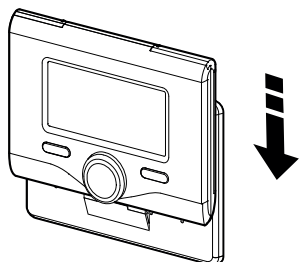

Abb. 14 Befestigung Bedieneinheit
- Die Bedieneinheit auf das Unterteil setzen und vorsichtig nach unten drücken bis es einrastet. (Abb. 14)